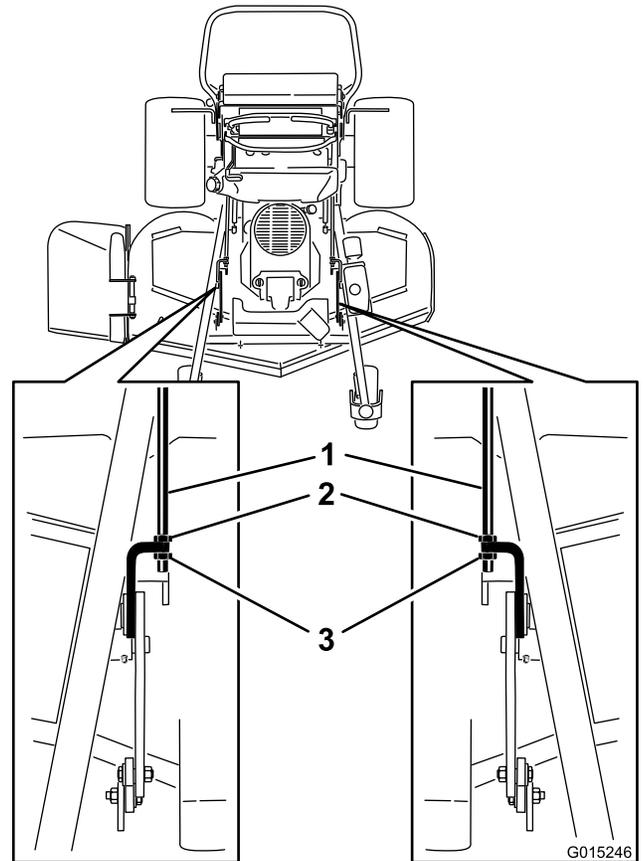

図 87
2. 調整ロッドの前後についているナットを両方ともゆるめる (図 87)。
3. 3 個の角材が安定してデッキを支えるようにする (図 87)。刈り込みデッキの後ろ側リップは、前側リップよりも 6mm 低く作られている。
6. 寸法が正しくない場合には、前後どちらかのナットを使って正しく調整する (図 87)。